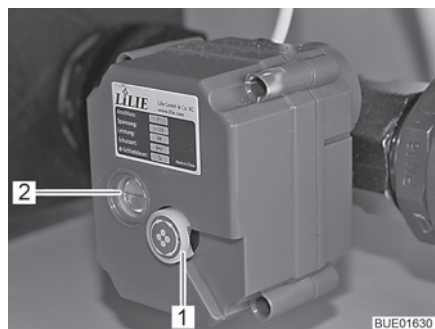

Fig. 170 Rubinetto di scarico ad azionamento elettrico
Una linea rossa nella finestrella di controllo (Fig. 170,2) del rubinetto di scarico ad azionamento elettrico indica lo stato del rubinetto:
- Sfilare e ruotare (in qualsiasi direzione) la manopola (Fig. 170,1) sul rubinetto di scarico ad azionamento elettrico.